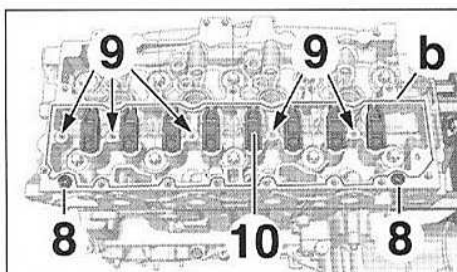

FIG.125
- la présence des douilles de centrage (8) sur la culasse (Fig.125).
- Remplacer systématiquement les joints (9).
- Contrôler l'état des poussoirs hydrauliques et les linguets à rouleaux (10).